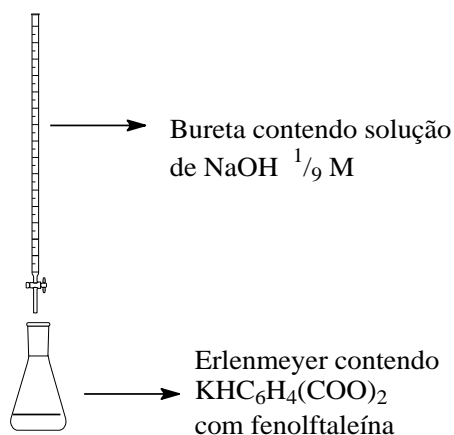

Figura 1 – Esquema da titulação da padronização da solução de NaOH 0,1 mol/L.
- 5- Titule com a solução recém preparada de NaOH 0,1 mol/L, até mudança de coloração do indicador de incolor para rosa (Figura 1).